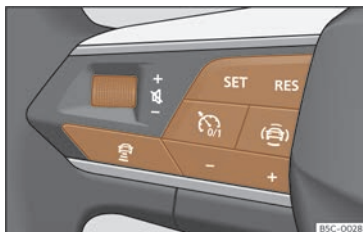

Abb. 110 Am Multifunktionslenkrad: Tasten zur ACC-Bedienung.
- Taste  am Multifunktionslenkrad drücken >>> (Abb. 110).
- Taste **SET** drücken, um die Regelung zu starten >>> (Abb. 110).
Um die Geschwindigkeit zu programmieren, drücken Sie die Tasten **+** oder **-** >>> (Abb. 110) bis zur gewünschten Geschwindigkeit. Die Einstellung der Geschwindigkeit erfolgt in Schritten von 10 km/h (5 mph).
- Taste und dann Taste + oder – >>> (Abb. 110) drücken.
- Taste >>> (Abb. 110) kurz drücken oder Bremspedal treten.